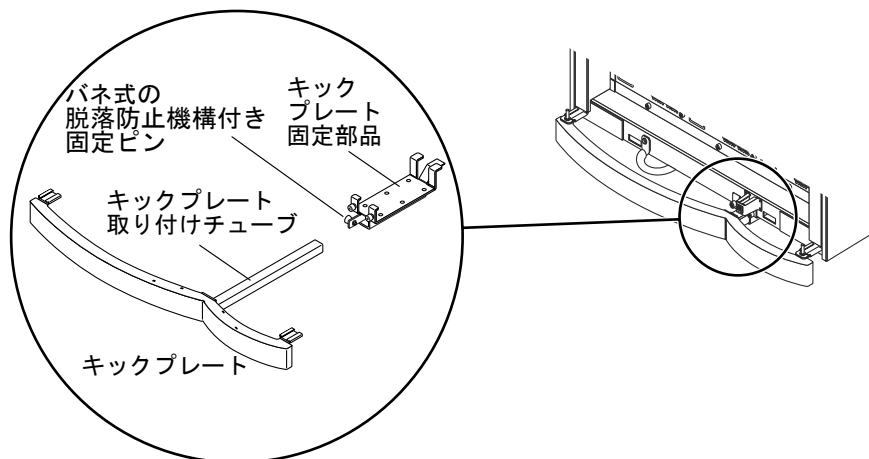

図 6-2 キャビネットのキックプレート部品の取り外し
- a. 図 6-2 に示すように、載せる前にキャビネットの両端からキックプレート部品を取り外します。バネ式の脱落防止機構付きピンを、引きながら回して取り外し、キックプレートおよび取り付けチューブを固定部品から外側へ引き出して、キャビネットを運搬用パレットデッキに固定するまで別の場所に保管しておきます。